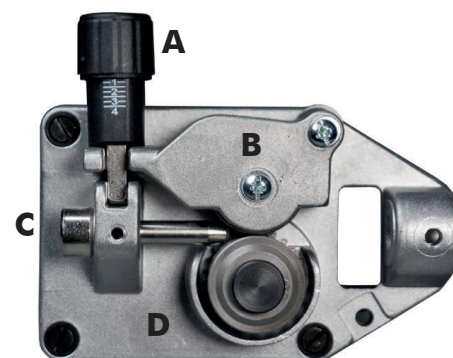

Figure 11
- Desserrer et abaisser le bouton en plastique (A) et relâcher le levier presse-fil (B)(Fig.11). Extraire les résidus de fil éventuels de la gaine guide-fil.
- Relâcher le fil de la bobine et le tenir serré avec une paire de pinces de façon à ce qu'il ne puisse pas se dérouler. Si nécessaire, le redresser avant de l'introduire dans le guide d'entrée (C) du fil y introduire le fil en le faisant passer au-dessus du galet inférieur (D) et dans la gaine guide-fil